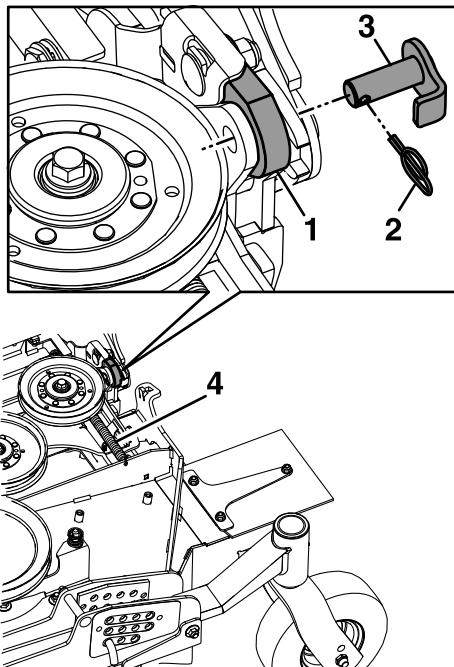
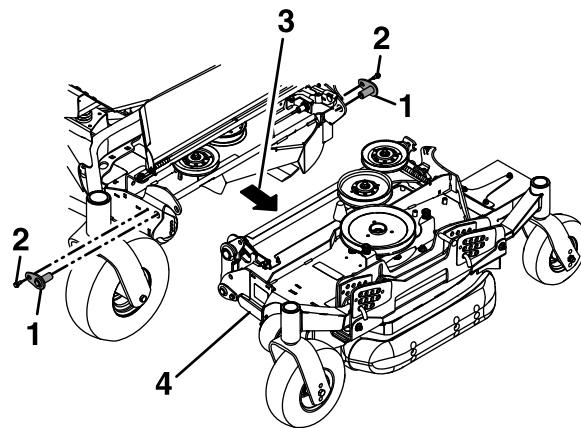

Figura 3
Figura 4
- Retire y guarde los muelles que están sujetos a la parte trasera de las cubiertas de las carcchas laterales, así como los pernos que sujetan los pasadores de pivote superiores a la carcasa; luego retire los pasadores de pivote (Figura 3 y Figura 4).